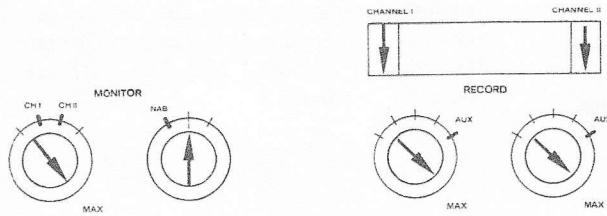

Bild 6.6.-74
- Bedienungselemente nach Bild 6.6.-74 einstellen.